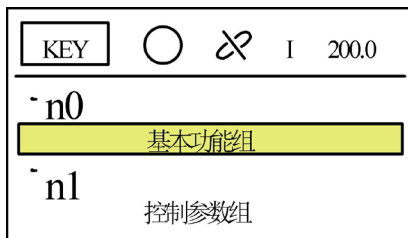

图 4-3
1. 按  按键，进入一级菜单画面，如图 4-3
6. 按  按键，返回一级菜单画面，如图 4-3
11. 按  按键，返回一级菜单画面，如图 4-3
7. 按  按键，返回一级菜单画面，如图 4-3，